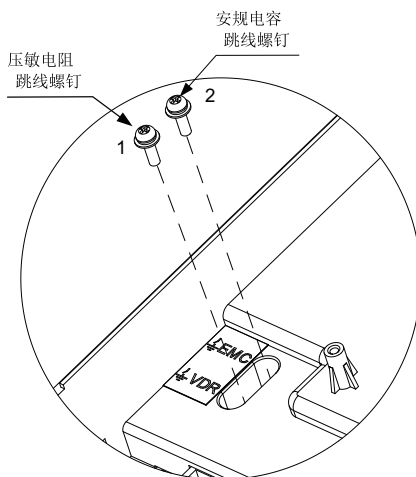

图6-26 压敏电阻（VDR）、安规电容（EMC）对地跳线位置示意图
- 在配置剩余电流动作保护器场合中，如果出现上电中跳漏保现象，此时将不能保证EMI水平满足IEC 61800-3 C3类，可以将安规电容(EMC)对地跳线拆掉，如第99页“图6-26”中的2号螺钉所示。